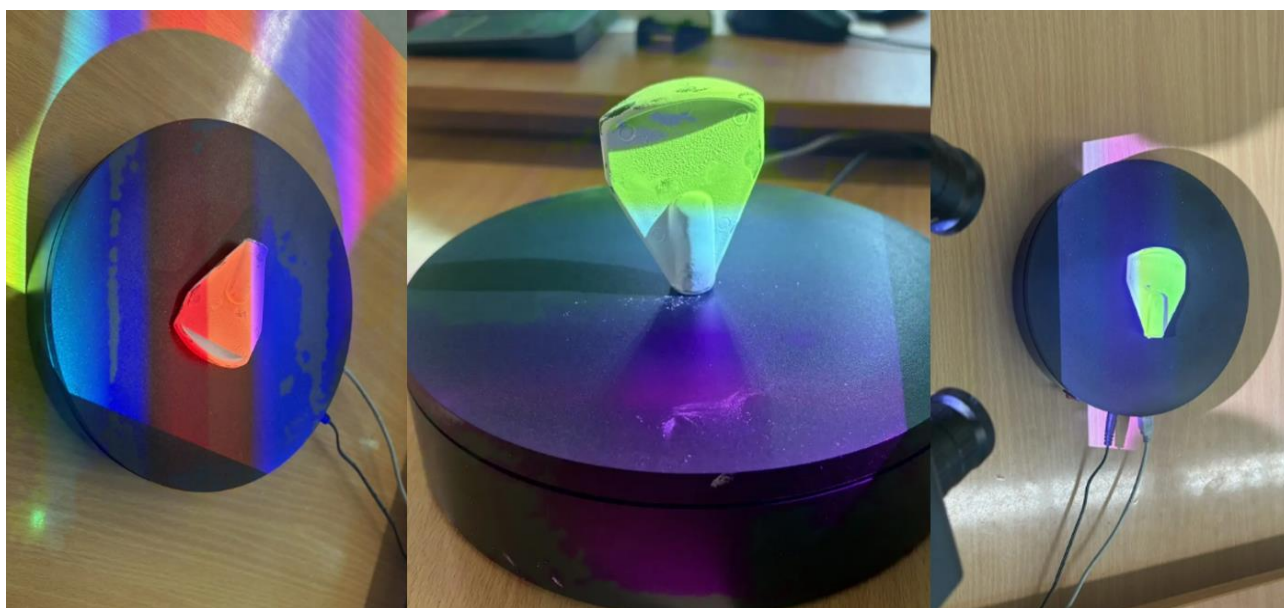

Рис. 10. Выбор ракурсов для сканирования
- начните с фронтальной стороны, затем последовательно сканируйте боковые, верхнюю и нижнюю части (Рис. 10);